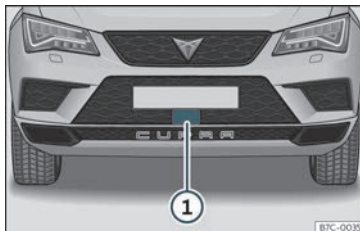

Fig. 212 En el para-xocs davanter: sensor de radar.
Al para-xocs davanter hi va muntat un sensor de radar per captar la situació del trànsit >>> **Fig. 212** ①.